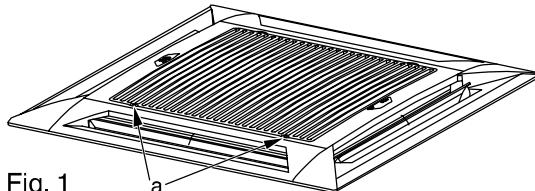

Fig. 1
- Ouvrir et ôter la grille de reprise avec filtre à l'aide des 2 languettes plastiques (Fig.1, rep. a).
- Open and remove the recovery grid with filter by means of the 2 plastic tongues (Fig.1, item a).
- Das Ansauggitter mit dem Filter an den zwei Kunststoffflaschen öffnen und abnehmen. (Abb.1, Pos. a).